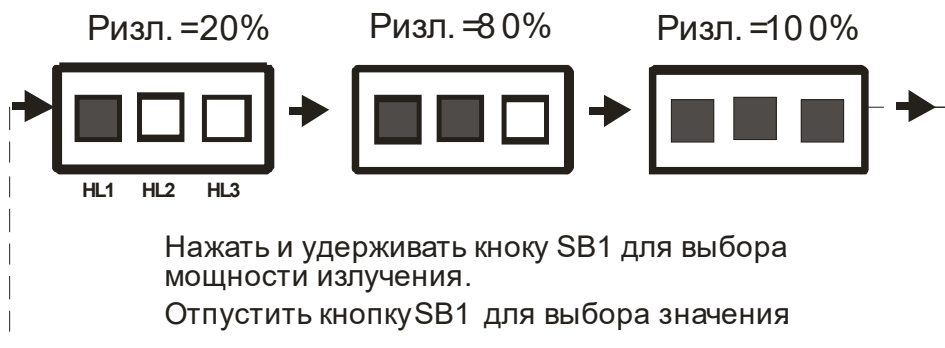

Рисунок 4 - Работа индикаторов в режиме выбора мощности излучения
- 2) Нажать и удерживать кнопку программирования SB1 в течение 5-7с. Излучатель перейдет в режим программирования. Продолжить удерживать кнопку SB1. В окне индикации режимов (см. рис.2) светодиоды HL1, HL2, HL3 начнут поочередно загораться в соответствии с рис.4, индицируя режим 20%, 80%, и 100% мощности.